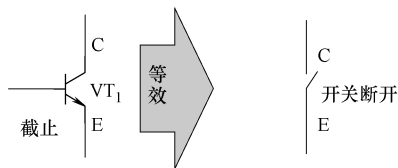

图 7-24 开关断开等效电路
(2) 开关断开状态。这时晶体管处于截止状态，集电极与发射极之间内阻很大，如图 7-24 所示是等效电路示意图。